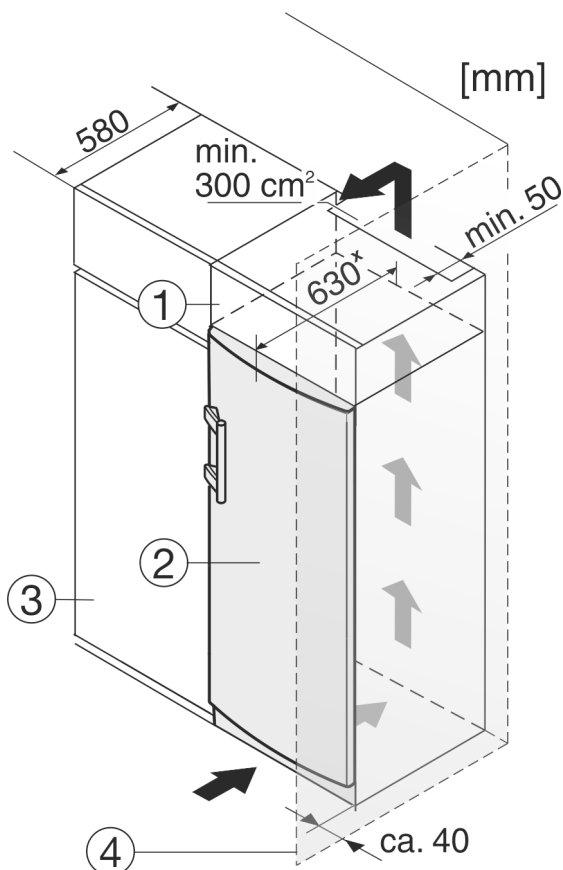

Fig. 10
- (1) Rehausse
- (2) Appareil
- (3) Placard de cuisine
- (4) Mur
L'appareil peut être intégré dans des meubles de cuisine. Pour adapter l'appareil Fig. 10 (2) à la hauteur du coin cuisine, une rehausse Fig. 10 (1) peut être posée sur l'appareil.
Lors de la transformation avec des placards de cuisine (profondeur max. 580 mm), le réfrigérateur peut être placé directement à côté du placard de cuisine Fig. 10 (3). Le réfrigérateur dépasse sur les côtés de 34 mm * et au centre du réfrigérateur de 50 mm * par rapport à la façade du placard.
Si le réfrigérateur est installé avec les charnières près d'une paroi Fig. 10 (4), la distance entre le réfrigérateur et la paroi doit être d'au moins 40 mm. Cela correspond au dépassement de la poignée lorsque la porte est ouverte.